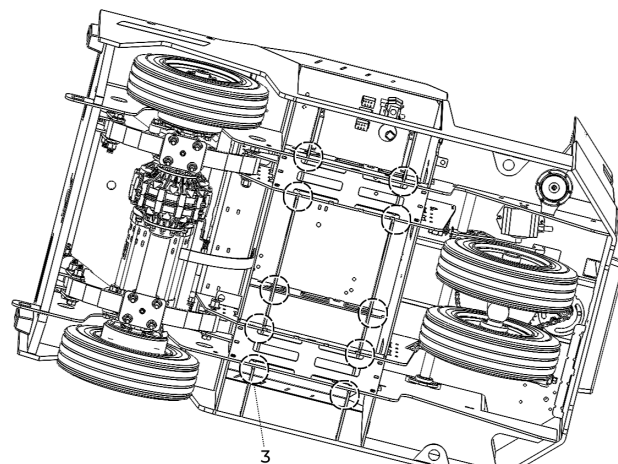

Figure 30. Zones de soudure.
- Zones de soudure (3) (voir figure 30, Les soudures ne sont pas toutes représentées).